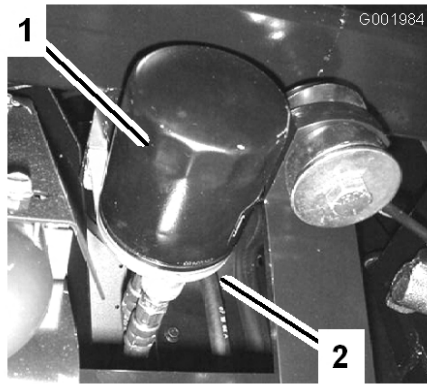

図 46
2. オイルフィルタ（図 46）を外す。
5. アダプタに新しいフィルタを取り付ける。ガスケットがアダプタに当たるまで手でねじ込み、そこから更に 1/2 回転増し締めする（図 46）。